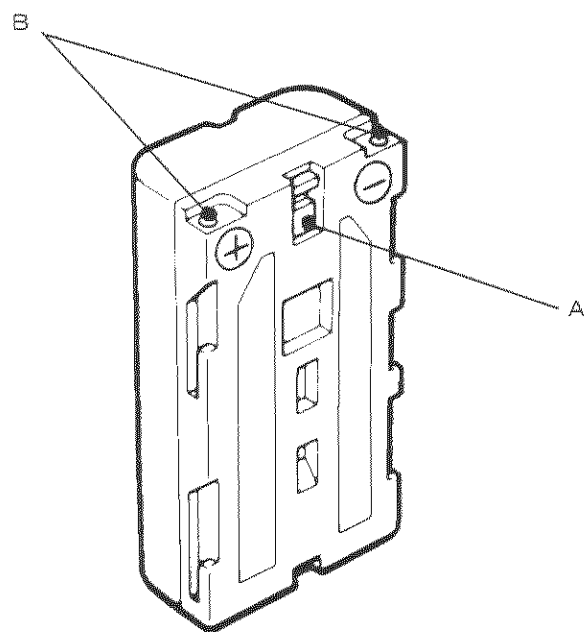

図3-28 バッテリーパック
緑色の充電確認マーク(図3-28のA)は、充電後にバッテリーパックを使用したかどうかなどの確認にご利用ください。
- 端子部分(図3-28のB)にゴミや砂などの異物が入らないように注意してお使いください。